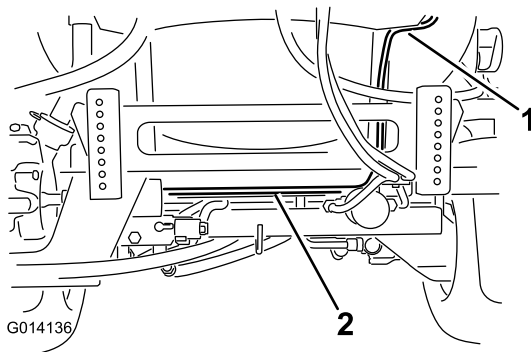

Bild 14
1. Ermitteln Sie den elektrischen Kabelbaum, der vom Schaltkasten des Schlauchwagens kommt. Verlegen Sie das längere Ende des Kabelbaums mit den Ringpolen und einem Sicherungsanschluss über das Heck des Behältergestells und des Fahrzeugrahmens hinter die Auslegerschalterhalterung (Bild 14). Befestigen Sie den Kabelbaum mit einem Kunststoffband am Rahmen.